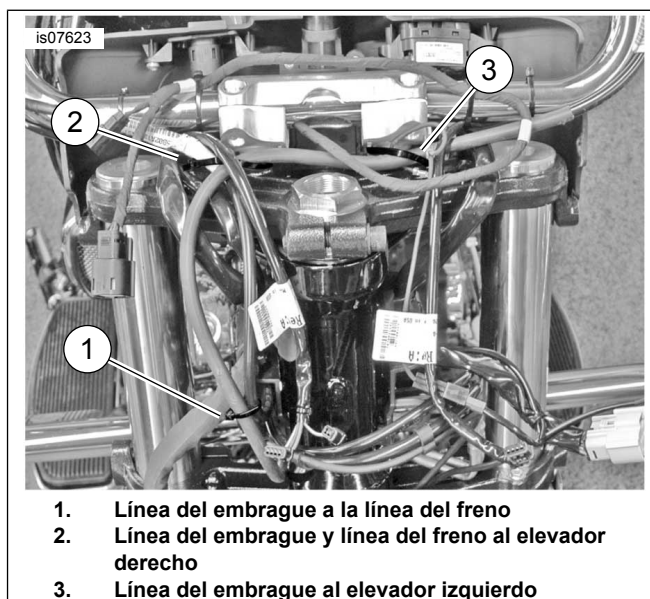

Figura 1. Líneas de líquido de frenos y embrague, modelos con fuselaje (fuselaje extraído para mayor claridad)
4. **Modelos con fuselaje:** Vea Figura 1 . Quite las correas de cables que aseguran la línea del líquido del embrague a la línea de freno trasero y a la abrazadera del manillar.
2. **Modelos con fuselaje:** Vea Figura 1 . Pase la línea de líquido del embrague a través del fuselaje interior hacia la bomba siguiendo la ubicación original. Asegure sin apretar la línea a cada torreta y línea de freno con las tres correas de cables nuevas (se venden por separado).
9. **Modelos con fuselaje:** Vea Figura 1 . Asegure la línea de líquido del embrague a la abrazadera del manillar y la línea de freno con las tres correas de cables nuevas.